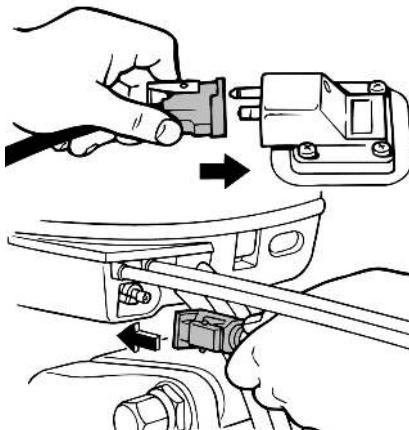

Рис. 31 Подключение внешнего топливного бака
- Соедините разъёмы топливного шланга с разъёмами на внешнем топливном баке и моторе (Рис. 31).